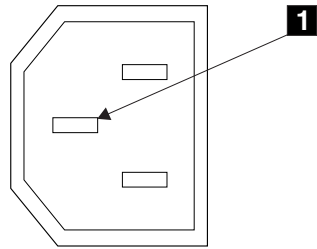

図 2. アース・ピン
6. SAN ボリューム・コントローラー 2145-8F2 のフレームと各主電源コネクターのアース・ピン間の導通を検査します。アース・ピンは、図 2 の **1** です。